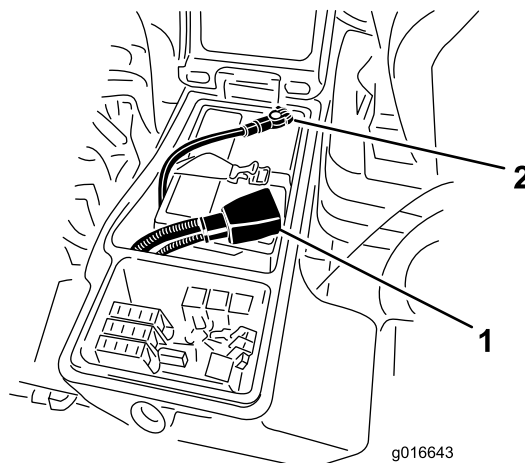

Figure 81
4. Raccordez le câble positif (rouge) de la batterie à la borne positive (+) et le câble négatif (noir) à la borne négative (-) (Figure 81). Fixez les câbles aux bornes avec les vis et les écrous. Assurez-vous que le collier du câble positif (+) est bien engagé sur la borne de la batterie et que le câble est placé tout près de la batterie. Le câble ne doit pas toucher le couvercle de la batterie. Placez le capuchon en caoutchouc sur la borne positive pour éviter les courts-circuits.